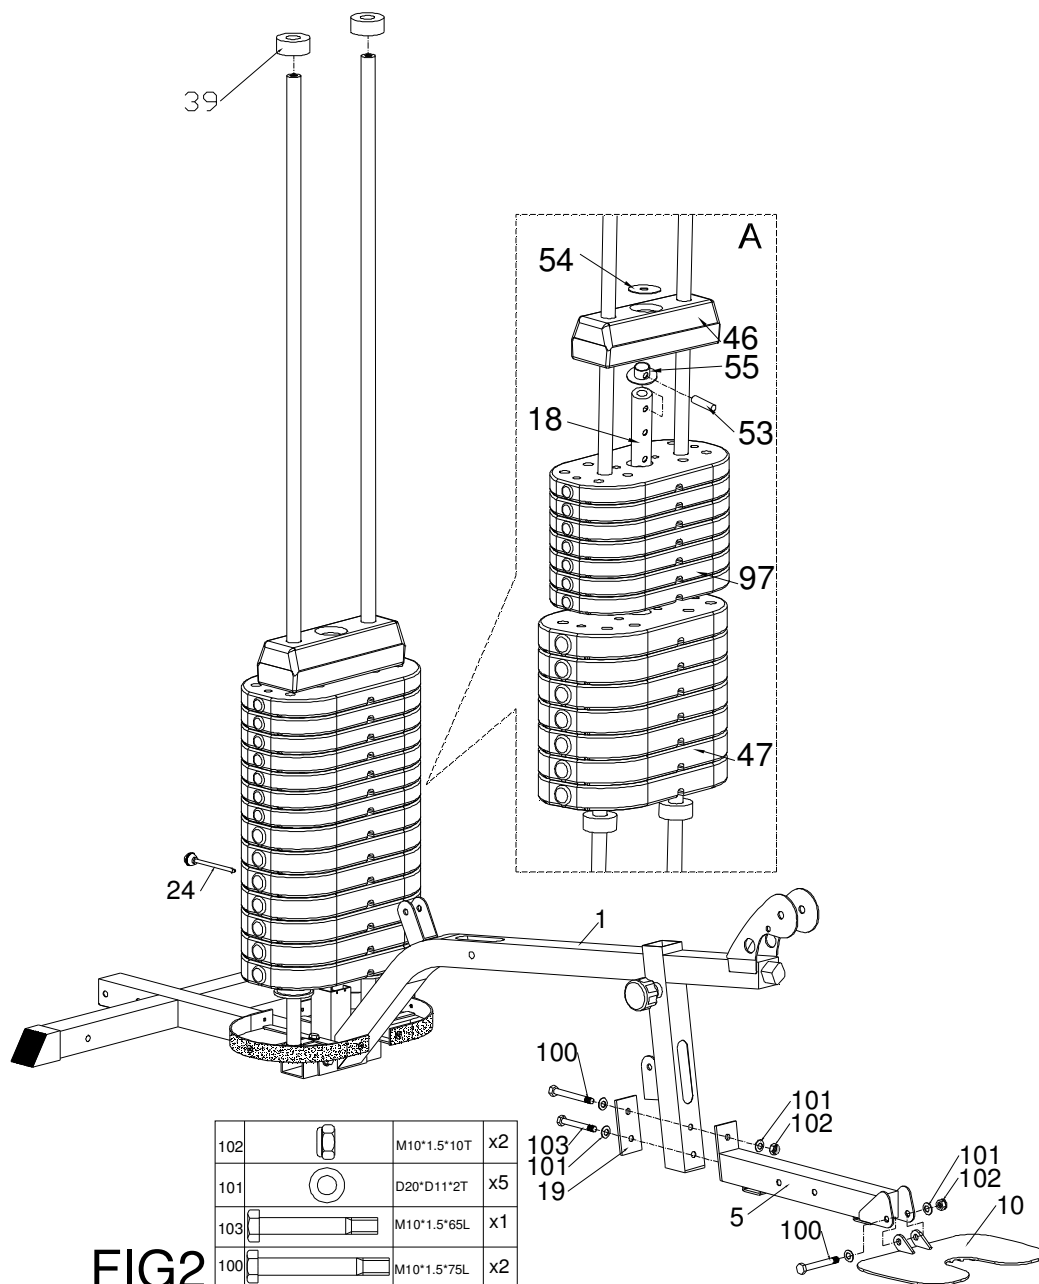

FIG2
- 3) Připevněte střední opěradlo pro záda (48A) do podpěry (86) pomocí šroubu (120) a ploché podložky (123) podle obrázku FIG2.
- 4) Připevněte hlavní nárazník (59), střední opěradlo pro záda (48A) a nižší opěradlo pro záda (48) do předního vertikálního podstavce (3) pomocí ploché podložky (101) a šroubu (103).
- 5) Připevněte přední stabilizátor (73) do předního podlahového rámu (5) pomocí šroubu (100), ploché podložky (101) a nylonové matice (102).
- 2) Připevněte vysokou kladku (56) do podstavce ventilového ramena (9) pomocí ploché podložky (101) a nylonové matice (102) podle obrázku FIG2.
- 19) Připevněte vysokou kladku (56) do jednoduché kladkové podpěry (20) pomocí kladkové směrnice (41), plastového kroužku kladky (42), ploché podložky (101), šroubu (112) a nylonové matice (102) podle obrázku FIG2.
- 3) Upevněte střední kabelový počítač (68) pomocí mezery pro kabelový počítač (72) podle obrázku FIG2.